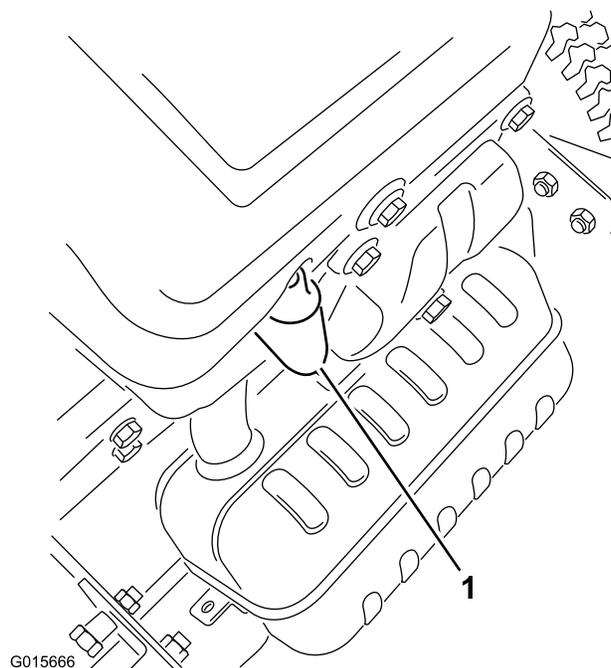

Figure 24
4. Débranchez la bougie (Figure 24).